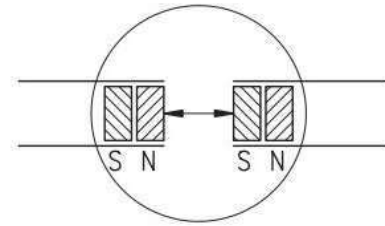

图 9：极位的确定，连接磁条
- 将两部分连接前，检查极性。两端必须相互吸引（如有必要，使用罗盘针）。若两端有同样的极性，用半极分割缩短一端（图 9）。